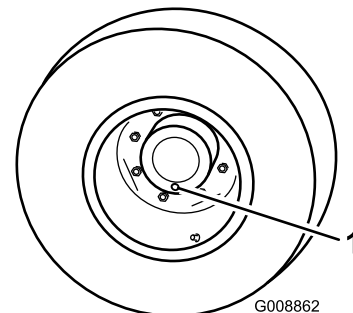

Figura 82
1. Con la macchina parcheggiata su una superficie piana, posizionate la ruota in modo che un tappo di controllo si trovi nella posizione inferiore (ore 6) (Figura 82).